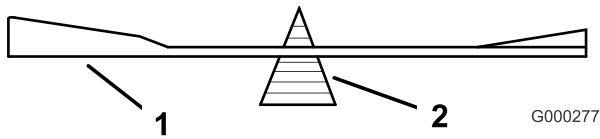

Figura 102
- Controllate l'equilibrio della lama posizionandola su un bilanciatore (Figura 102).